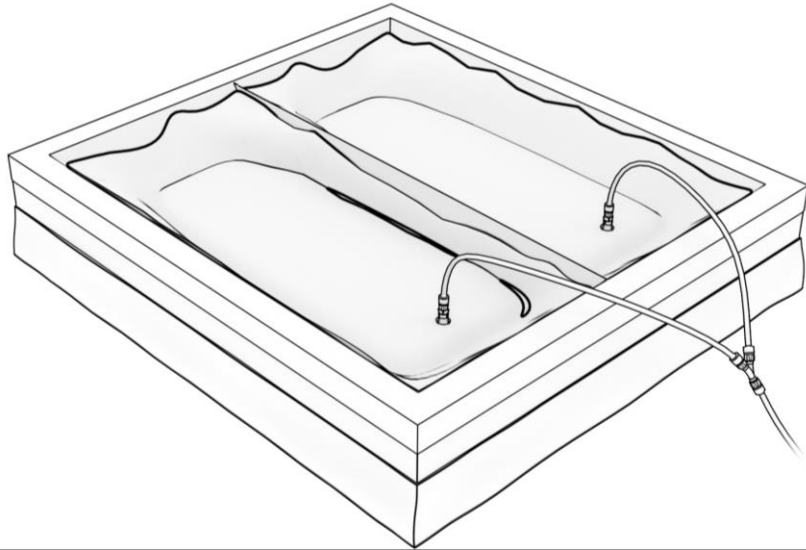

Abbildung 11: Anschließen des Füllschlauchs an die Wassermatratze, um die Matratze mit Wasser zu füllen.
Schritt 12. Schließen Sie den Füllschlauch gemäß den Anweisungen in der Anleitung des Füllschlauchs an die Wassermatratze an und beginnen Sie mit dem Füllen Ihrer Wassermatratze, wie in Abbildung 11 dargestellt. Um die Wassermatratze zu füllen, wechseln Sie die linke und rechte Matratze in 25 %-Schritten ab, falls Sie nicht beide Matratzen gleichzeitig füllen können. Füllen Sie 1 der Matratzen zu 25%. Füllen Sie dann die